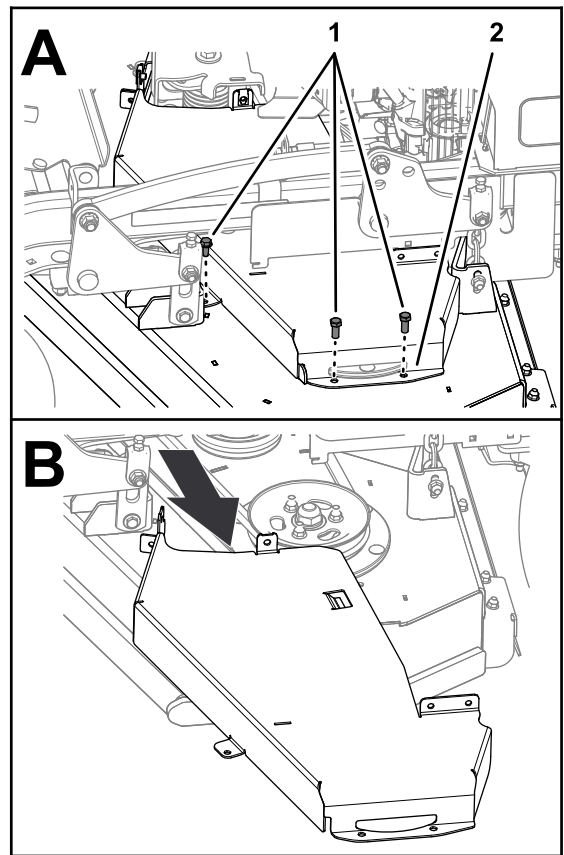

Bild 8
4. Entfernen Sie die drei Schrauben, mit denen die linke Riemenabdeckung am Mähwerk befestigt ist, und nehmen Sie diese ab (**Bild 8**).